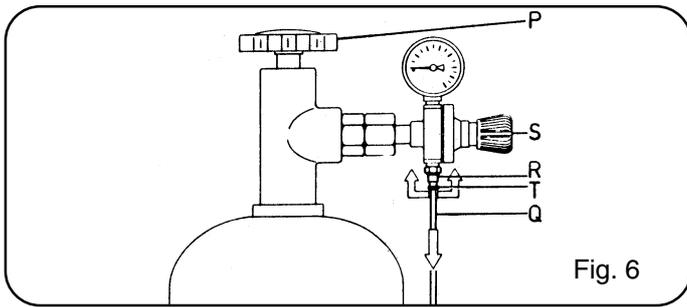

Fig. 6
8.2 BOMBONAS RECARGABLES (véase fig. 6)